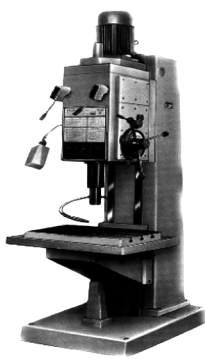

图 1-5 砂轮机
(3) 砂轮机 砂轮机主要由砂轮、电动机和机座组成,如图 1-5 所示。